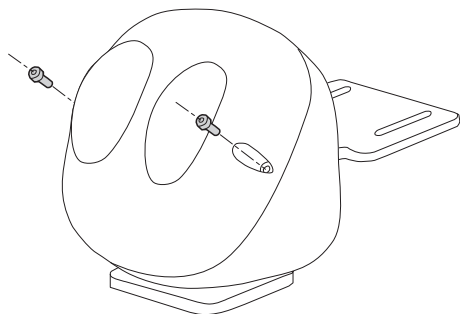

Рис. 1
Открутите винты и поднимите корпус (Рис. 1, страница 5).
Закройте поворотное устройство. Затяните винты с крутящим моментом 1.2Nm (Рис. 1, страница 5).
2. Открутите винты и поднимите корпус (Рис. 1, страница 5).
10. Закройте поворотное устройство. Затяните винты с крутящим моментом 1.2Nm (Рис. 1, страница 5).